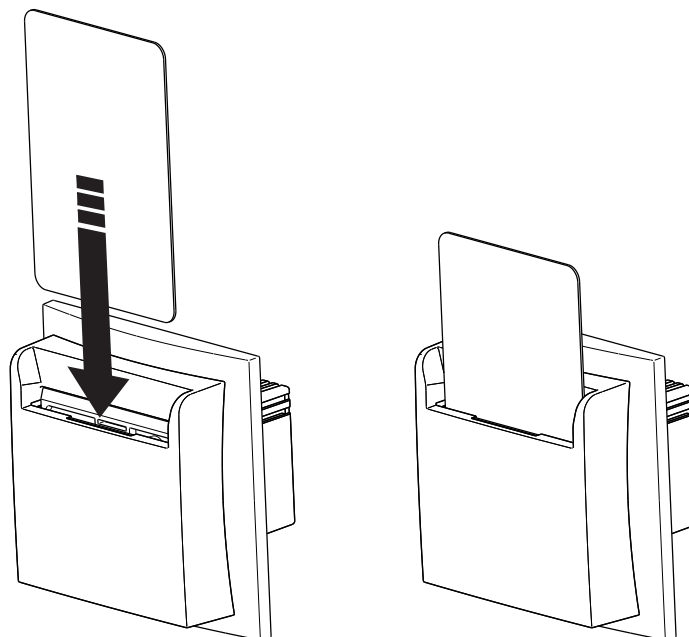

Bild 2
- Sätt in Hotelcard i monteringsenheten (bild 2).